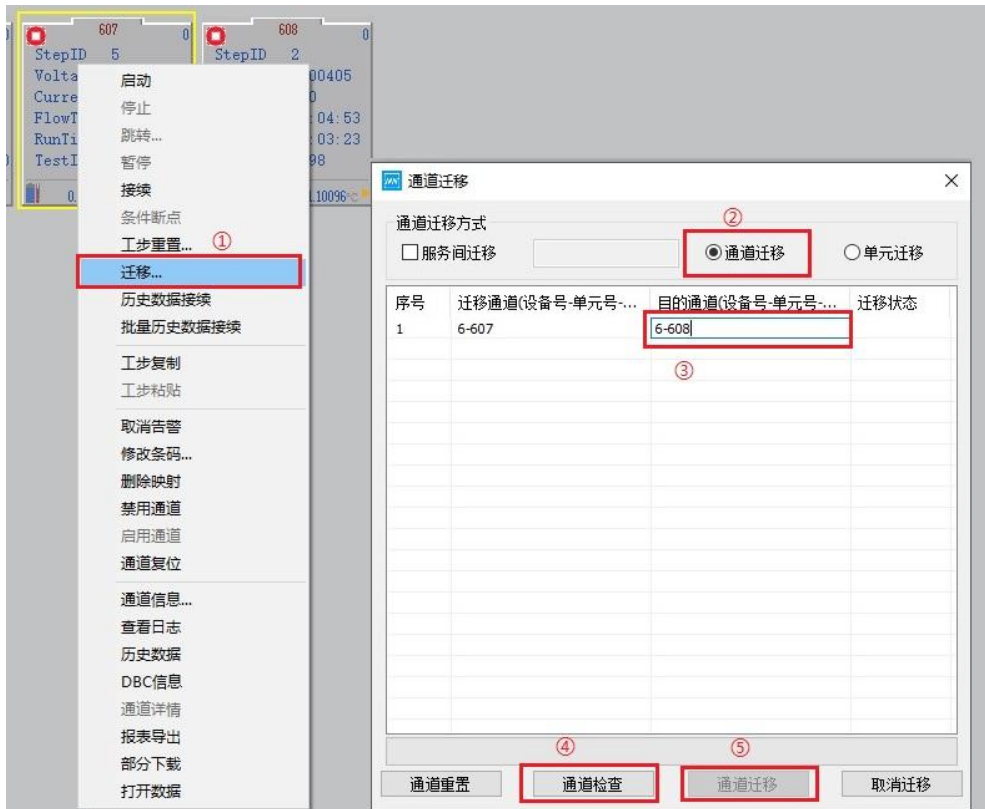

图 4-25 通道迁移设置界面
1. 选定待执行通道后，单击鼠标右键→“迁移”，弹出“通道迁移”设置界面，如图 4-25 所示：